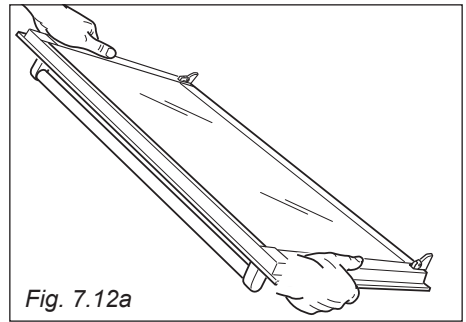

Fig. 7.12a
- Hold the door firmly (fig. 7.12a).